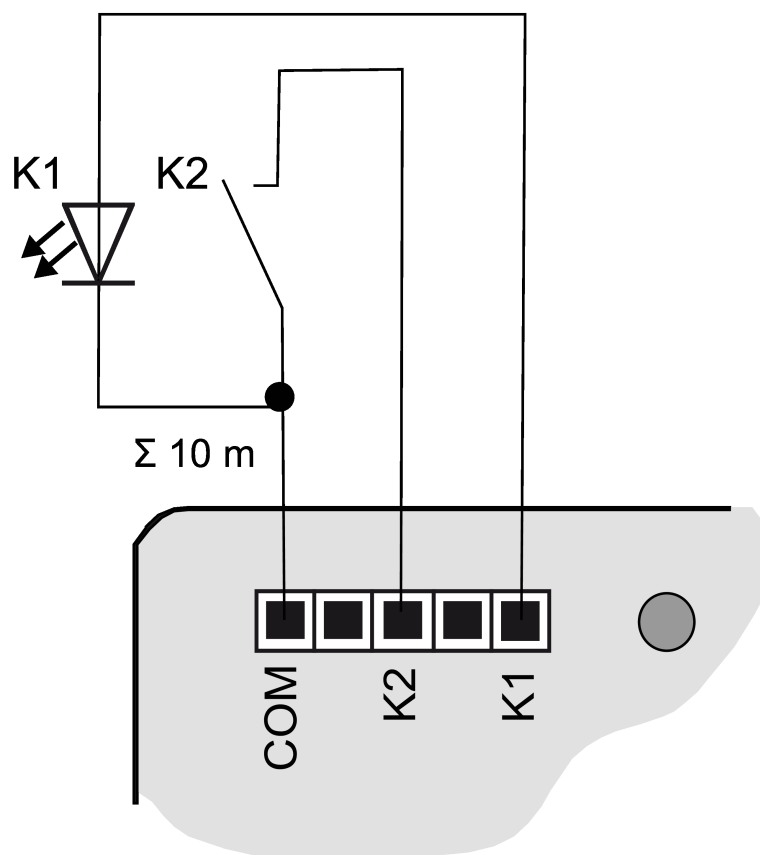
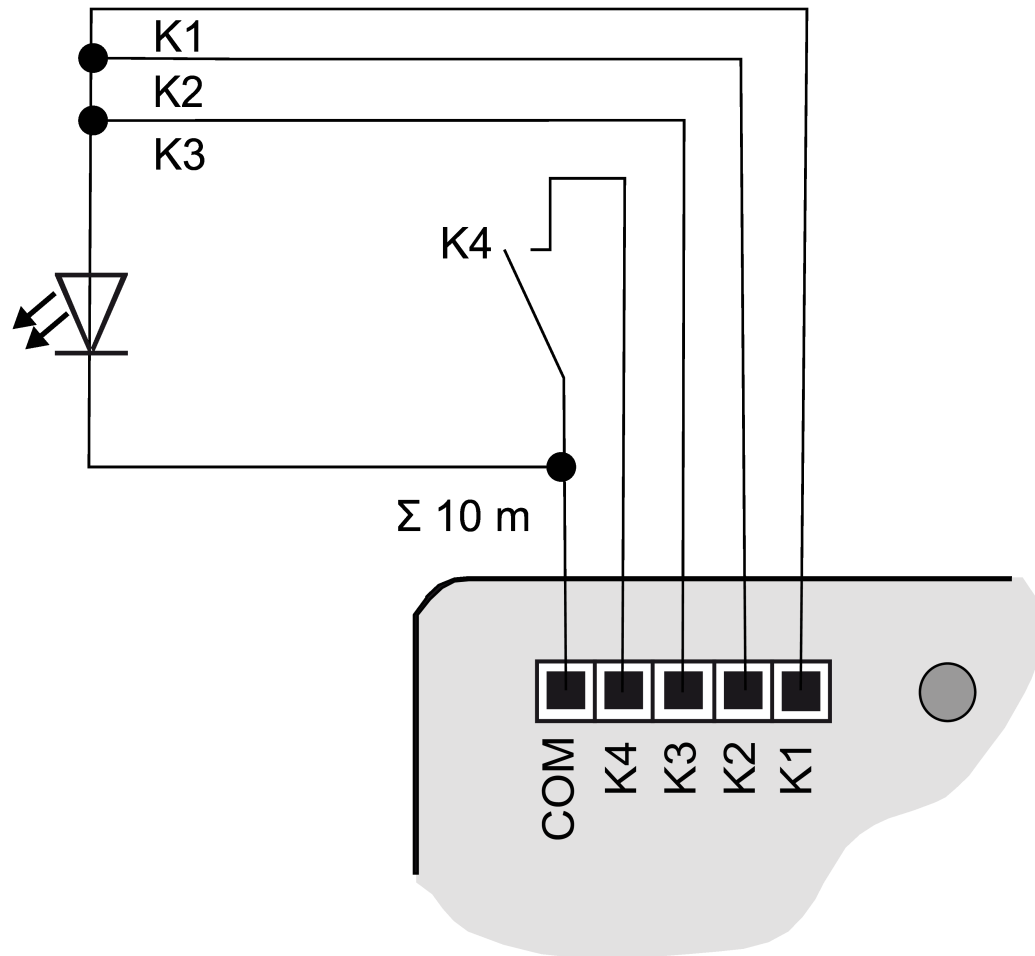

Bild 6: Anschlussbeispiel Tasterschnittstelle 2fach
Bild 9: Anschlussbeispiel mit parallelgeschalteten Ausgängen
- Taster, Schalter, Kontakte oder LED gemäß Anschlussbeispiele mit beigelegten Anschlussleitungen (4) anschließen (siehe Bild 6) bis (siehe Bild 9). Die Anschlussbeispiele zeigen die Verwendung mit Eingängen und Ausgängen.
- i** Zur Erhöhung des Ausgangsstroms können Ausgänge bei gleicher Parametrierung auch parallel geschaltet werden, im Beispiel (siehe Bild 9) **K1-K3** sind hier parallel geschaltet.